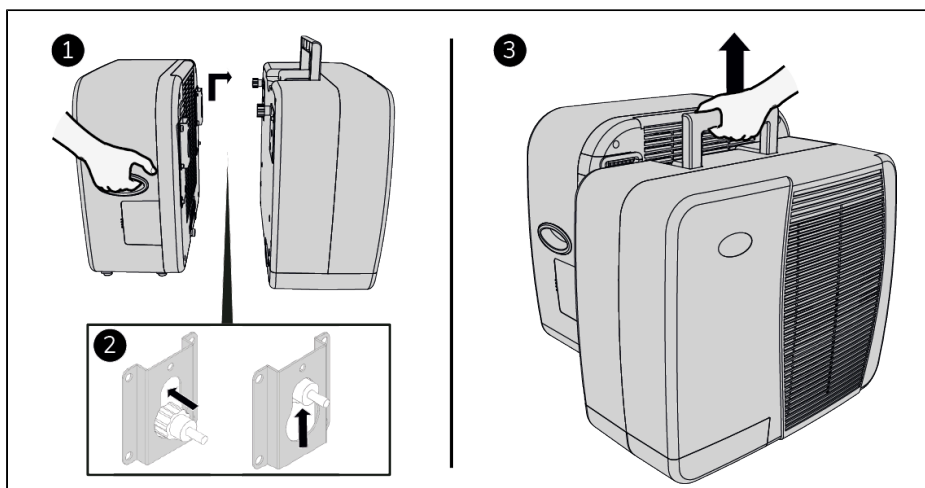

Abbildung 37.
5. Hängen Sie das Innengerät zum einfachen Transport am Außengerät ein (Abbildung 37).